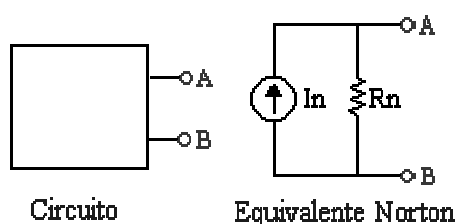

Figura 1.8. Aplicación del Teorema de Norton.
*Este teorema expresa que toda circuitería que presente dos terminales accesibles (A y B) podrá ser sustituida por un circuito ideal equivalente que está formado por una resistencia equivalente  $R_n$  en paralelo con una fuente ideal de corriente  $I_n$ , figura 1.8.*